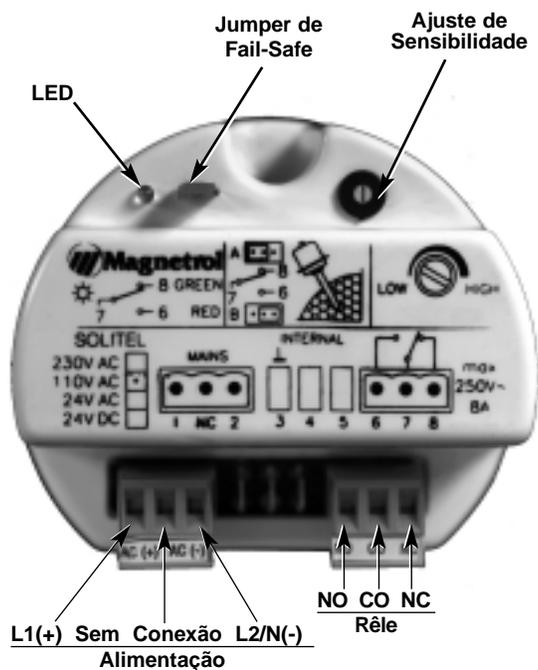

Figura 6
5. Conecte os terminais do relê. Veja a Figura 6.